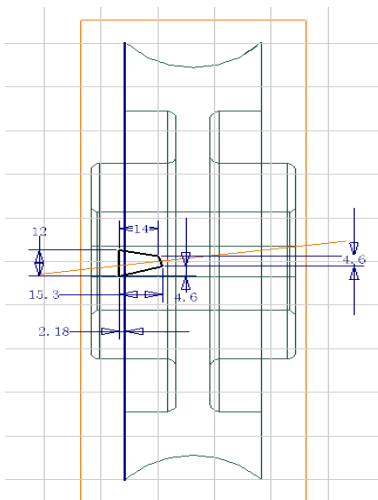

图 8-52 绘制扫掠截面轮廓
⑥结束草图后, 选择第二个工作平面新建草图, 绘制如图 8-52 所示的扫掠的截面轮廓图形并进行如图所示的尺寸标注。